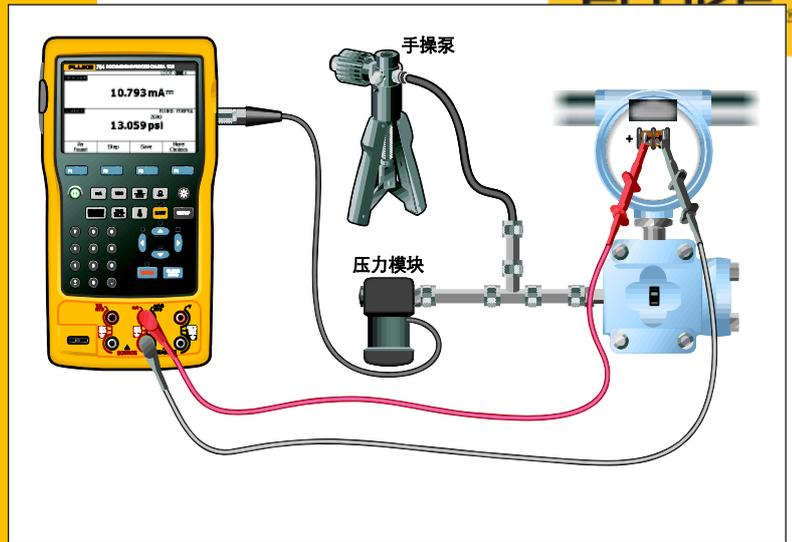

图 20
1. 将压力模块连接至 DPC。利用“T”型接头，将 P 至 I 的输入和压力手操泵的输出连接至压力模块的输入(图 20)。如果使用的是差压模块，确保(本例中)为 15 PSI 模块，并连接至标有“H”的输入。
2. 将 DPC 中间的两个香蕉插孔连接至 P 至 I 装置上施加环路电源的输入(图 20)。